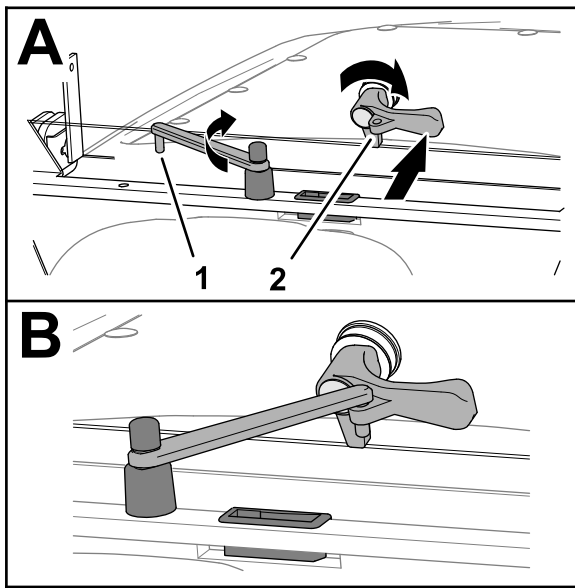

Figura 17
2. Gire la manivela de cierre en posición horizontal (Figura 17).
3. Gire la sujeción de la ventanilla hasta el cierre de la ventanilla y alinee el pasador de la varilla a través del orificio en la manivela (Figura 17).